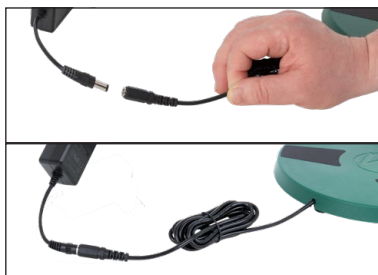

Fig. 1
1. Pour mettre l'appareil en marche, connectez le bloc d'alimentation à la ligne d'alimentation de l'appareil (Fig. 1) et branchez le bloc d'alimentation dans une prise de courant installée conformément.